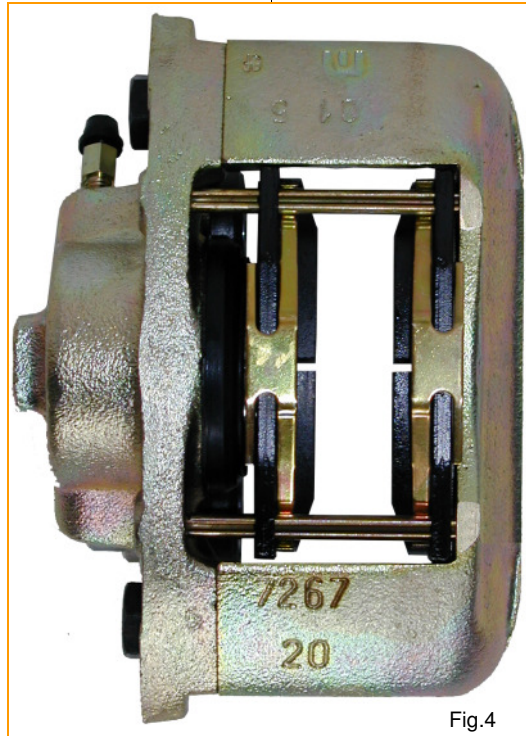

Fig.4
- The calipers are left and right handed. The picture Fig.4 shows you how the pads are installed correctly. Check that the springs are fitted correctly.
- Montieren Sie die Bremsbeläge im Sattel wie in Fig.4 gezeigt. Achten Sie auf den richtigen Sitz der Federn.
WARNING: Please check the bleeder screws. They have to point upwards. Otherwise you will not be able to bleed your system ! See Fig.4
WICHTIG: Die Entlüfter-schrauben am Bremssattel müssen nach oben zeigen, ansonsten sind Sie nicht in der Lage Ihr Bremssystem zu entlüften. Siehe Fig.4